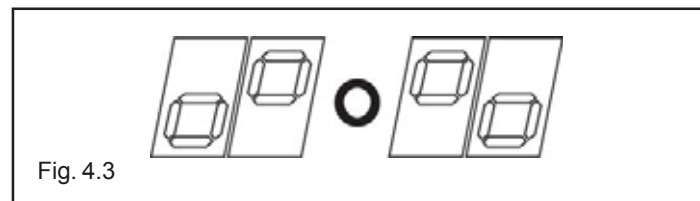
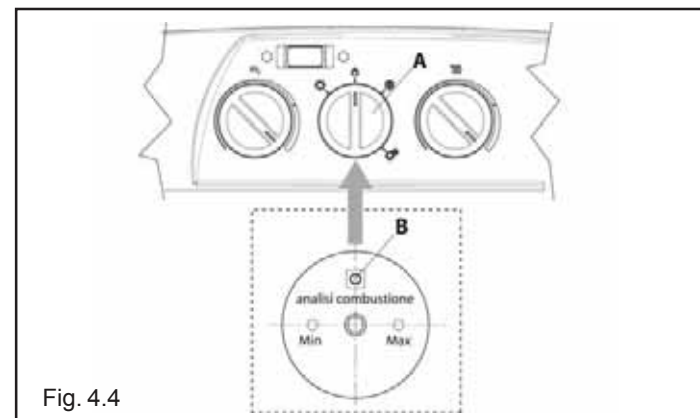

Fig. 4.3
Fig. 4.4
- Ad ogni alimentazione elettrica la caldaia inizia un ciclo automatico di sfiato della durata di circa 2 minuti. Durante questa fase i due digit si accendono alternativamente (fig. 4.3). Per interrompere il ciclo di sfiato automatico estrarre la manopola **a** e premere il pulsante **b** (fig. 4.4).